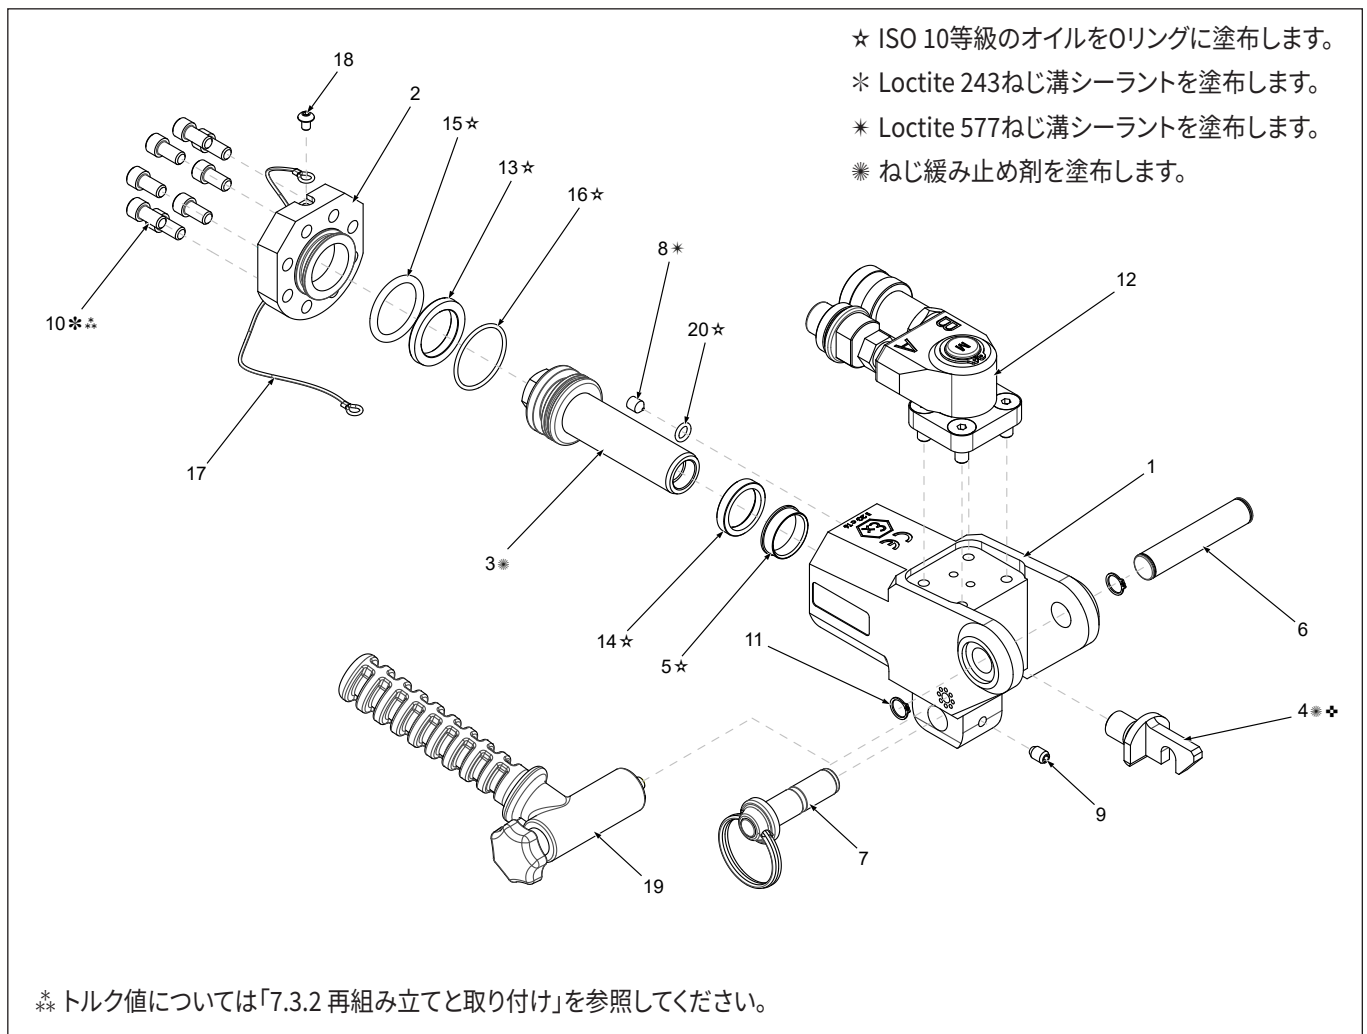
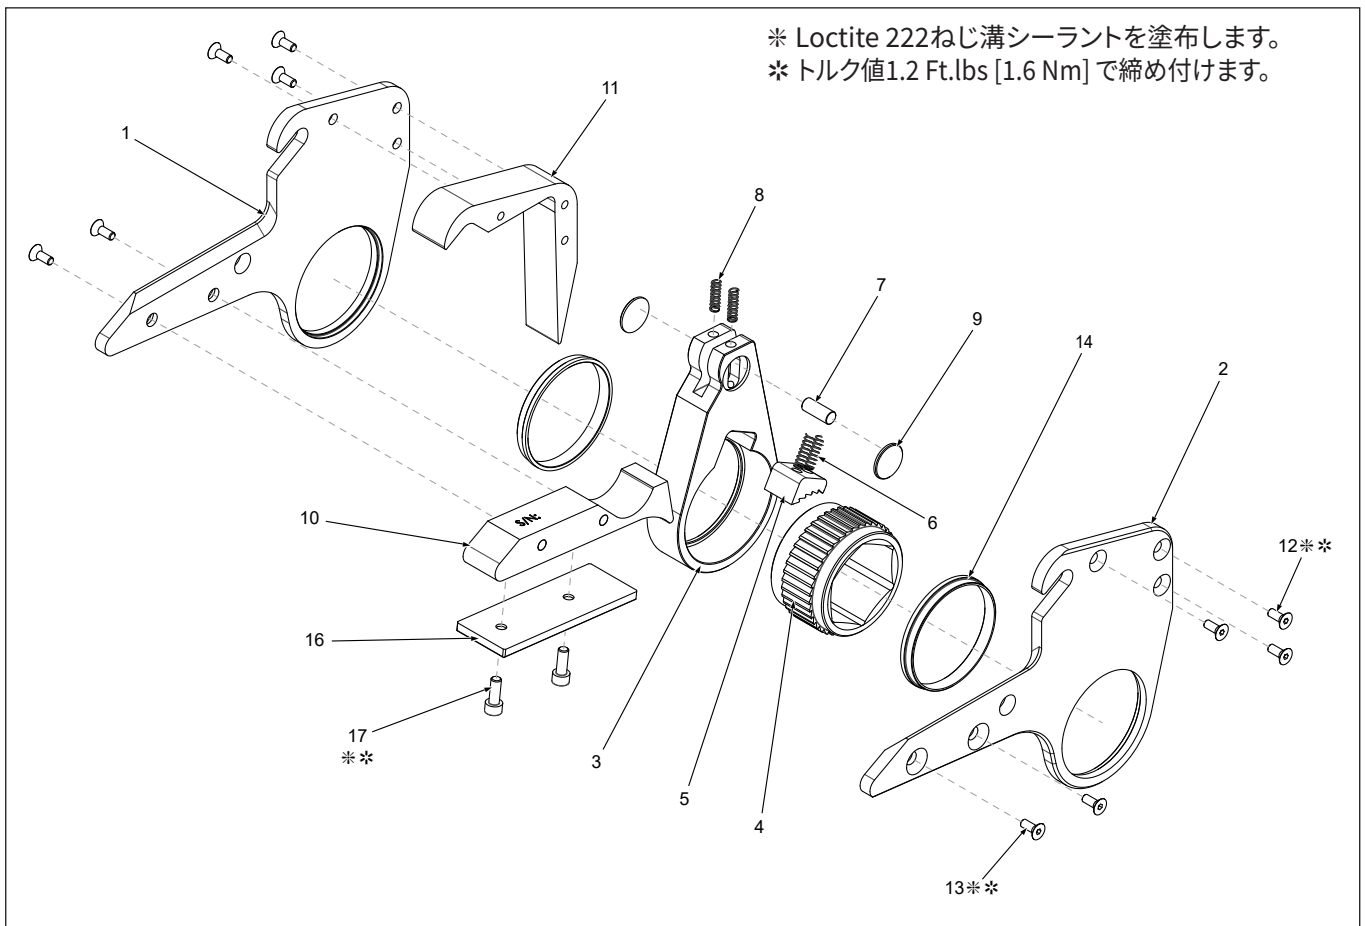

図19: HMTの展開図
図20: HMT HLPカセット展開図
## 7.3.2 HMTドライブユニット(図19)
### 7.3.3 HMT HLPカセットアセンブリ - 分解と再組み立て(図20、21)
- すべての構成部品を乾燥させます。硫化モリブデンのグリースを、図20に示す場所に薄く塗ります。
**注記** ラチェット、ドライブプレート、歯止め、歯止めばね、四角ドライブ、アクセスプラグ、圧縮ばねが、分解の逆の順序で正しく取り付けられていることを確認します。これらの部品が正しく取り付けられていないと、構成部品の損傷に繋がります。図19と図20を参照してください。